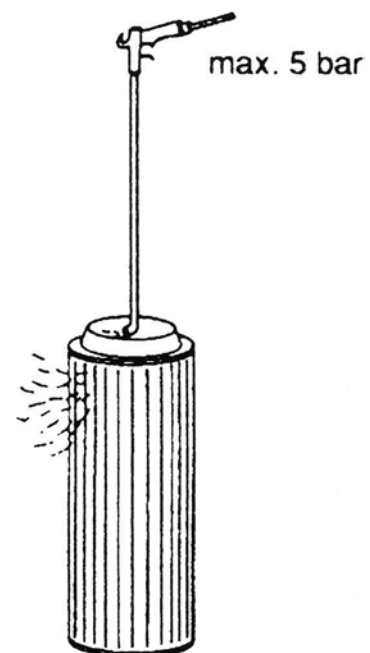

Bild 3: Hauptelement reinigen
- Zur Reinigung ein Rohr auf eine Druckluftpistole aufsetzen, dessen Ende um ca. 90° gebogen ist. Das Rohr muss so lang sein, dass es bis zum Boden des Hauptelementes reicht. Hauptelement mit trockener Druckluft (maximal 5 bar) vorsichtig durch Auf- und Abbewegen des Rohres im Hauptelement so lange von innen nach außen ausblasen, bis keine Staubentwicklung mehr auftritt (siehe Bild 3).